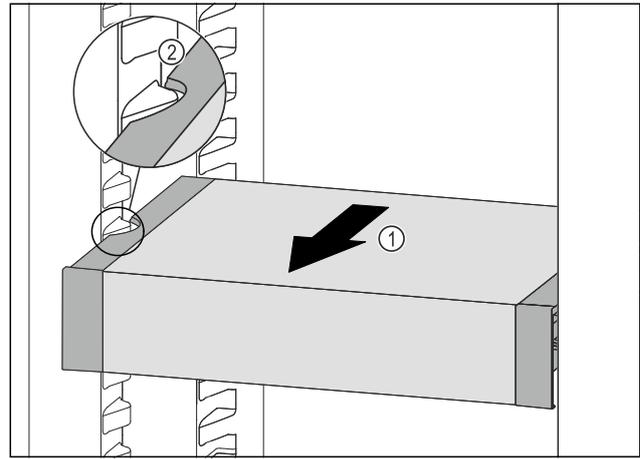

Fig. 46
- ▶ Tirer le VarioSafe vers l'avant Fig. 46 (1) jusqu'à ce que les encoches latérales du VarioSafe se trouvent au niveau de la nervure du bac dans la partie réfrigérateur. Fig. 46 (2)